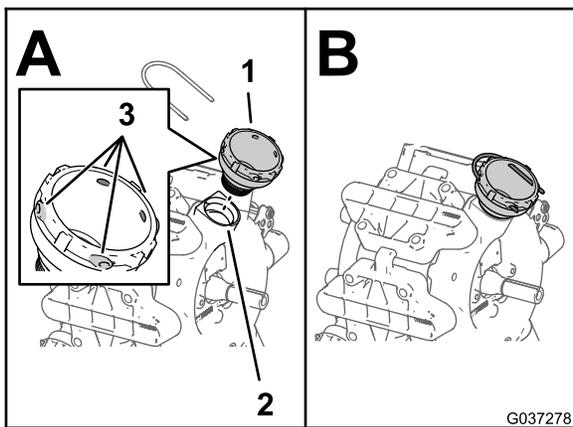
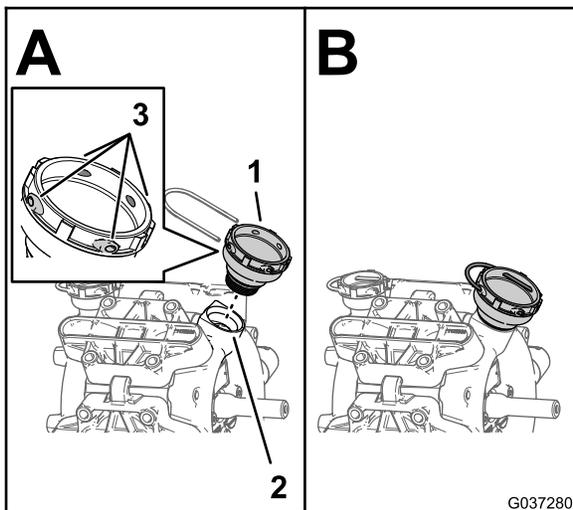

图7
图8
- 将 11/2 英寸 (38.1mm) 接头装入泵的回流端口 (图7或图8)。